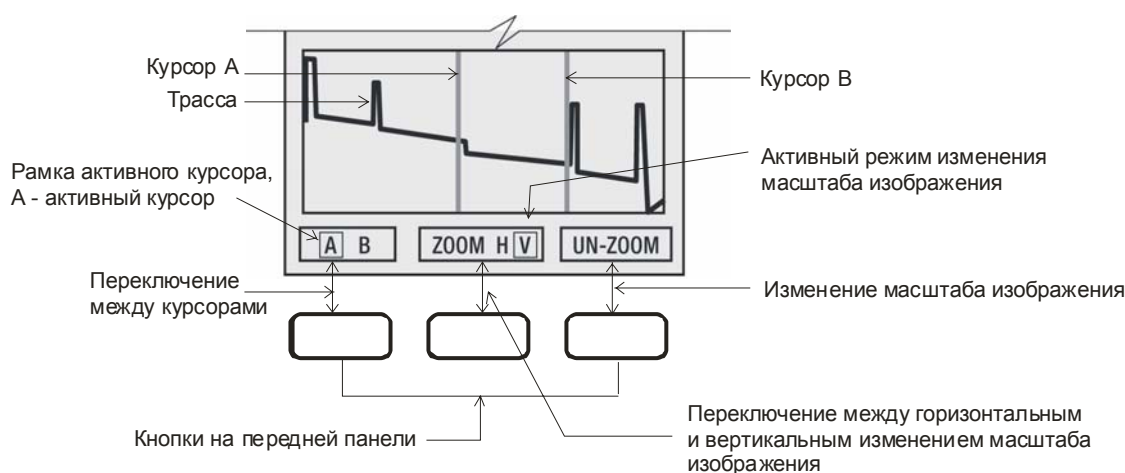

Рис. 5
4. При необходимости, нажатием кнопки Un-zoom / Re-zoom, можно вернуться к прежнему масштабу изображения (см. рис.5)